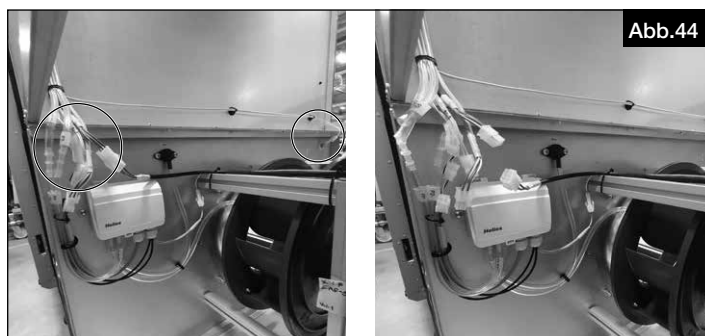

Abb.44
2. Stecker des Ventilators ziehen (s. Abb.44).